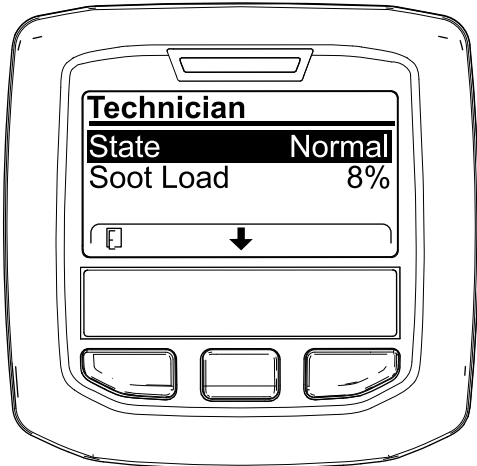

Figura 39
- Utilize a tabela de funcionamento do DPF para compreender o estado atual do funcionamento do DPF (Figura 39).